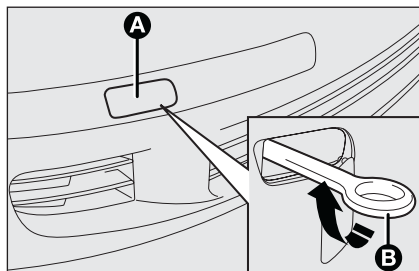
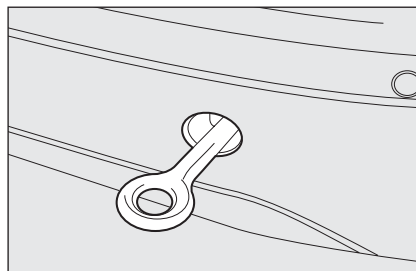

fig. 48
fig. 49
- ☐ visser à fond l'anneau sur le pion fileté arrière **fig. 48** ou avant **fig. 49**.